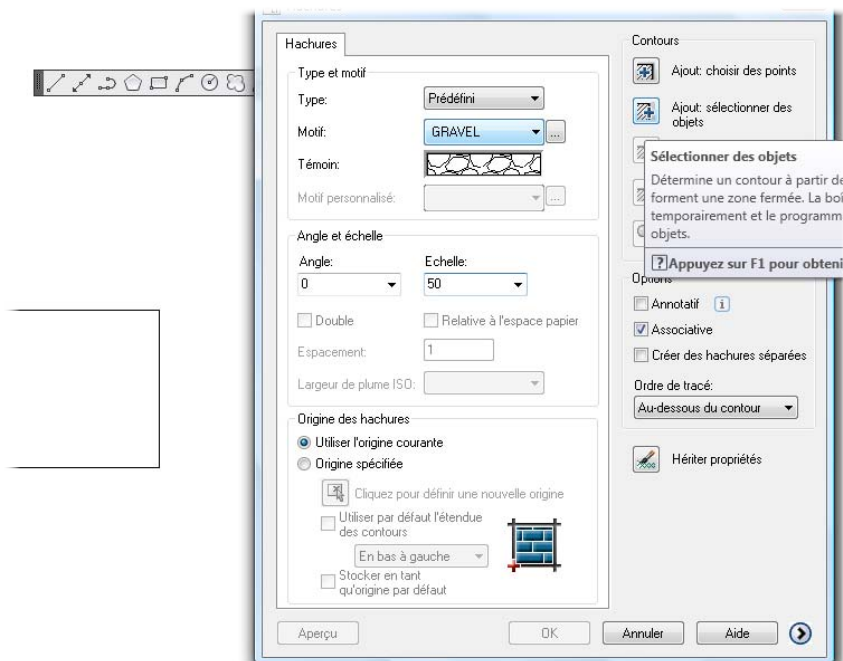

Figure 5.27
3. Sélectionnez par exemple le motif Gravel (pierre), indiquez un facteur d'échelle de 50, puis cliquez sur le bouton Sélectionner les objets (voir Figure 5.27).